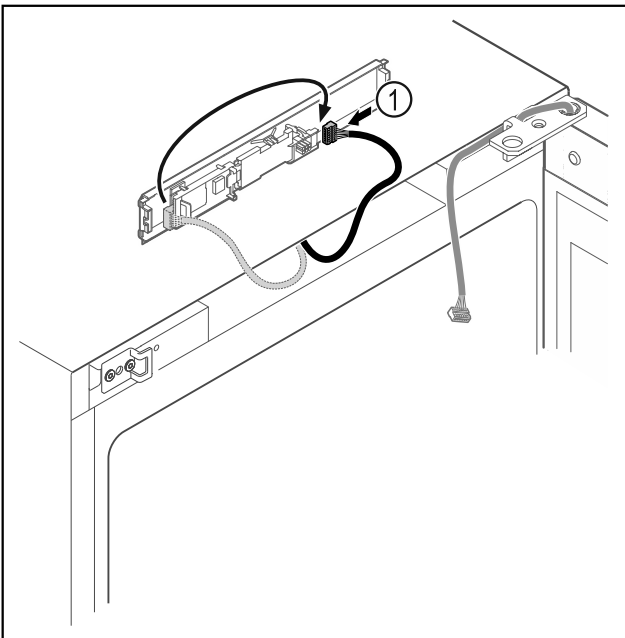

Fig. 13
- Přepojte zástrčku Fig. 13 (1) na desce.